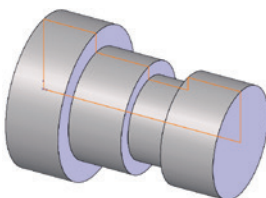

Bild 1.6
- Der **Drehscheibenansatz**: Mit dem Drehscheibenansatz erstellen Sie das Teil durch ein einzelnes Rotationsfeature. Hierbei enthält eine Skizze alle Informationen und Bemaßungen, die für die Erstellung des Teils notwendig sind. Obwohl dieser Ansatz sehr effizient erscheint, macht er spätere Änderungen durch das Vorhandensein aller Konstruktionsdaten in einer Skizze schwierig und schränkt die Flexibilität stark ein (Bild 1.6).